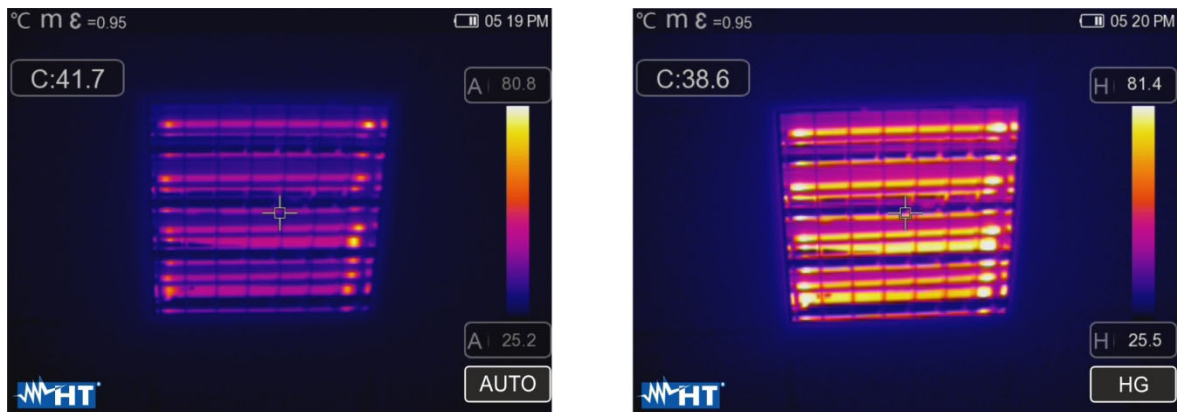

Abb. 42: Einstellung der Modi Automatisch und Histogramm
- Modus **Histogramm (HG)** → Die Mindest- und Höchstwerte der Temperatur des eingerahmten Gegenstands werden vom Gerät automatisch eingestellt, wie im Auto Modus. In diesem Fall werden aber die Bereiche des Bildes besonders hervorgehoben, in denen sich die Temperaturwerte von denen der benachbarten Bereiche sehr unterscheiden. Die Beziehung zwischen der Temperatur und der Farbe der Palette ist **nicht linear**, basierend auf einem Histogramm-Algorithmus. Dieser Modus ist in sehr dunklen Arbeitsumgebungen besonders nützlich.
1. Drücken Sie die Taste  oder berühren Sie das Symbol "AUTO" rechts im Unterteil des Displays. Die Bildschirmseiten in der Abb. 42 zeigen die Auswahl der Modi "AUTO" und "HG".